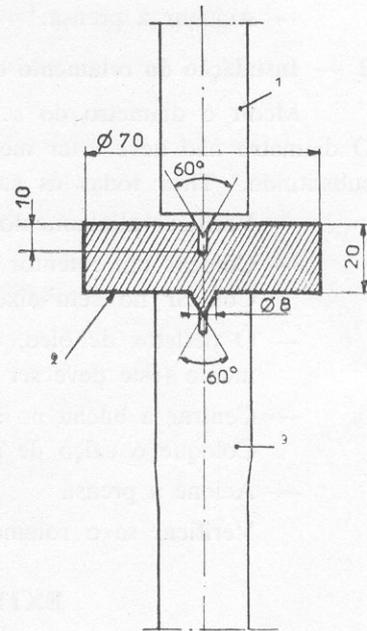

Fig. 7
- Colocar o calço de proteção entre a ponta do semi-eixo e o parafuso extrator (fig. 7 e 8) para proteger o furo do centro do semi-eixo.